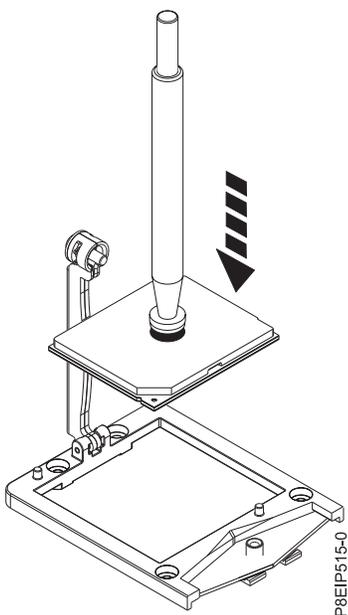

Abbildung 54. Prozessor auf das Socket herabsenken
- a. Senken Sie den Stift und das Systemprozessormodul auf dem Socket ab (siehe Abb. 54). Richten Sie die abgeschrägte Ecke des Prozessors an der abgeschrägten Ecke des Sockets aus. Gehen Sie vorsichtig vor, damit der Prozessor gleichmäßig abgesenkt und nicht gekippt wird.